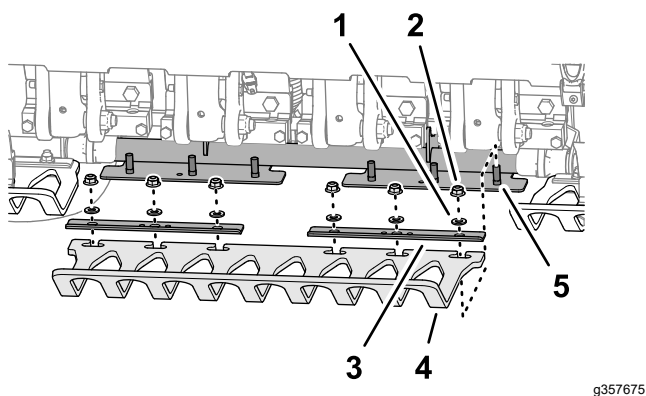

**Figura 39**
**Nota:** Le fascette, le rondelle e i dadi di bloccaggio flangiati delle protezioni del manto erboso sono spediti di fabbrica fissati alle staffe (Figura 39).